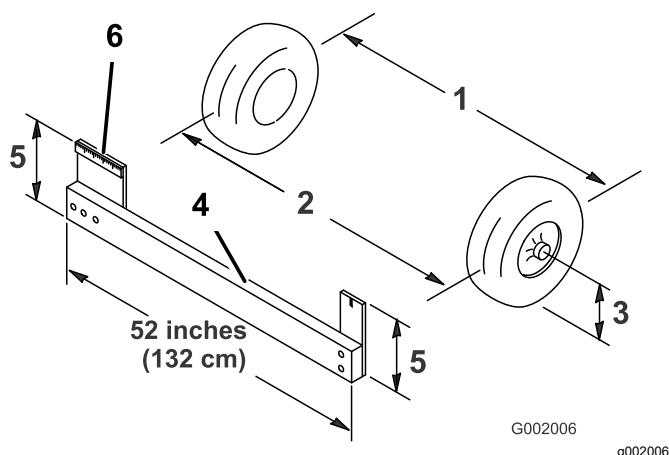

Figura 50
4. Măsurați distanța dintre anvelope la înălțimea osiei, atât în partea din față, cât i cea din spate a anvelopelor frontale (Figura 50).
Notă: Vei avea nevoie de un dispozitiv de fixare sau un indicator de aliniere pentru a măsura la nivelul părții din spate a anvelopelor față la înălțimea osiei. Utilizai același dispozitiv de fixare sau indicator de aliniere pentru a măsura cu precizie la nivelul părții din față a anvelopelor față la înălțimea osiei (Figura 50).